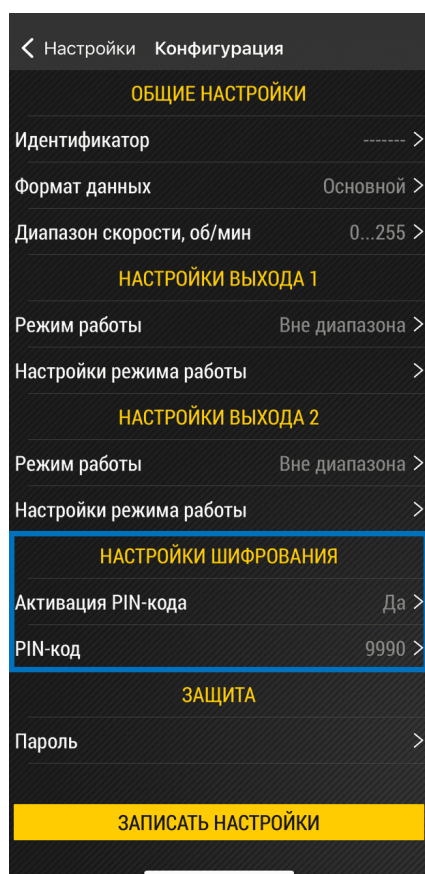

Рис.33. Настройки шифрования
2. Нажмите на строку «**Активация PIN-кода**» в секции «**Настройки шифрования**» (Рис.33).